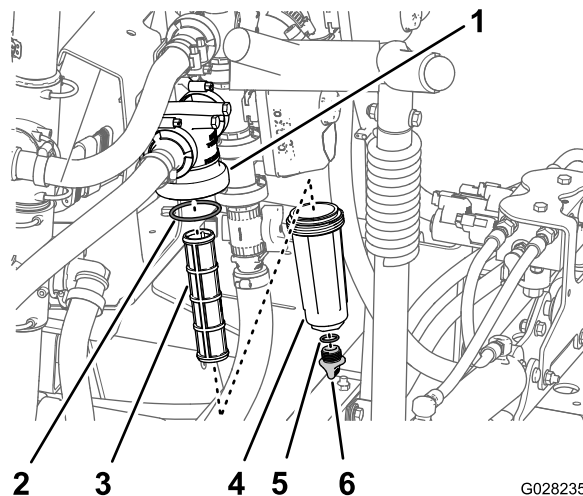

图 97
2. 在压力式滤清器下放置一个排放盘图97。
3. 逆时针旋转排油塞然后将其从压力式滤清器的油碗中取出图97。
4. 逆时针旋转油碗然后将其从滤清器头中拿出图97。
5. 拆下旧压力式滤清器的滤芯图97。
6. 检查排油塞的 O 形圈在油碗内侧和油碗的 O 形圈在滤清器头内侧是否有磨损和损坏图 97。
7. 将新的压力式滤清器滤芯安装到滤清器头中图 97。
8. 将油碗安装到滤头上并用手紧固图 97。
9. 将排油塞安装到油碗上并用手紧固图 97。